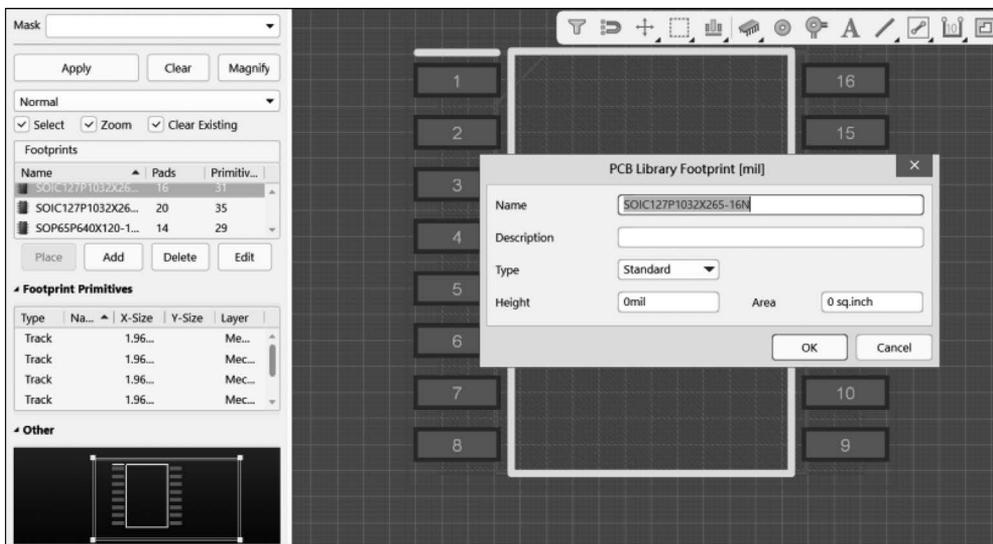

图 3-8 Footprints 信息
(1) Mask 栏。可以对库文件中的元件封装进行查询,根据屏蔽栏中输入的筛选语句筛选出符合条件的封装,进行内容显示。若该栏位为空,则元件封装列表区域显示当前库中的所有元件封装。例如,筛选语句“P*”,将筛选出所有以字母 P 开头的封装。
- 显示模式下拉列表: ①Normal: 非筛选图元仍然正常显示。②Dim: 非筛选图元淡化显示。③Mask: 非筛选图元遮蔽显示。其中,Dim 和 Mask 的比例可以通过单击 PCB 库编辑区右下角的 Mask Level 按钮,打开调节面板。
(2) Footprints 栏。列出所选的元件封装,显示其名称、焊盘数、图元数等信息。双击元件的封装名称,会显示封装的基本信息,如图 3-8 所示。在该显示框可以修改封装名称、描述、高度等信息。